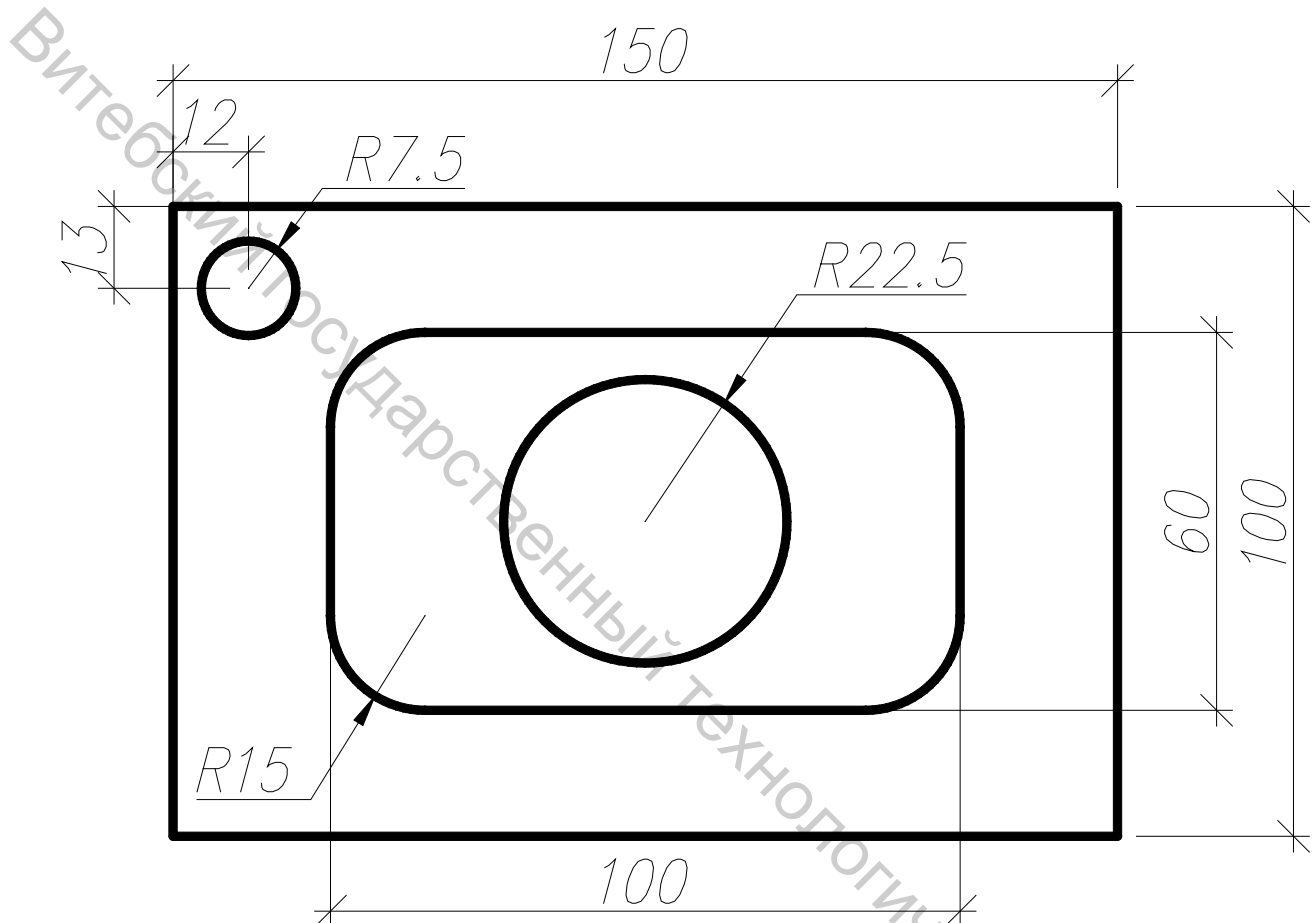

Рисунок 21 – Иллюстрация к заданию 22
1. Построить прямоугольник с размерами сторон 150x100 мм (рис. 21).